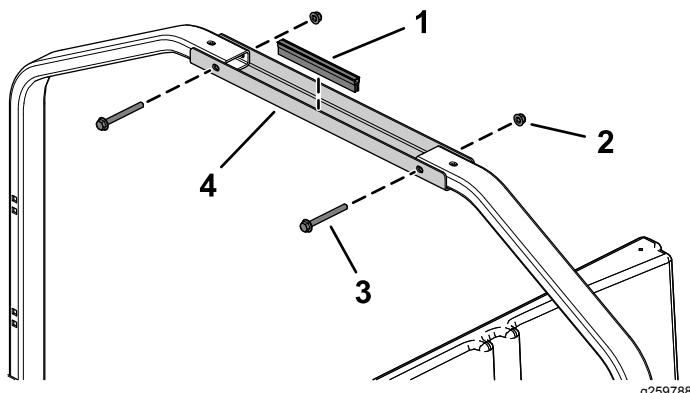

Figure 13
2. Fixez le support des tubes de montage aux tubes de montage arrière au moyen de 2 boulons à embase (5/16" x 3") et 2 écrous à embase (5/16"), comme montré à la Figure 13.
3. Installez le joint de garniture sur le support des tubes de montage (Figure 13).